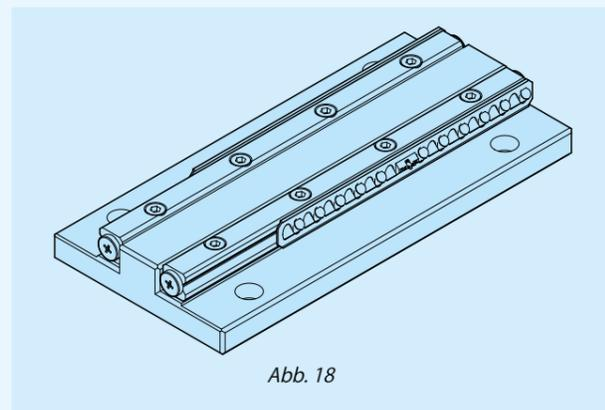

Abb. 18
- Die Wälzkörperkäfige am Hubende der bettseitigen Führung positionieren. (Siehe Abb. 18)